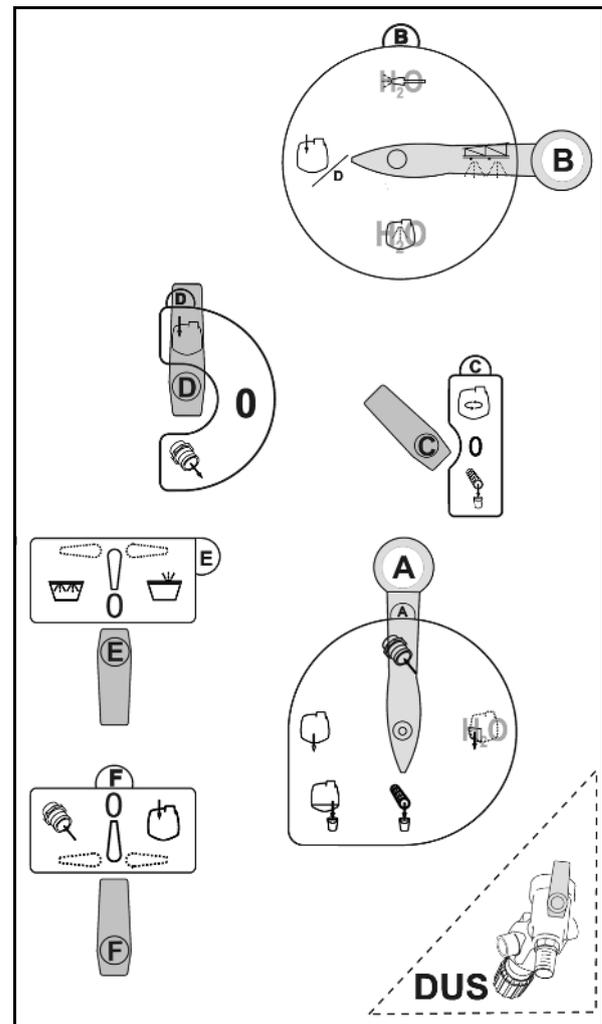

Fig. 122
Reinigen Sie den Saugfilter (Fig. 122) täglich nach dem Reinigen der Feldspritze.
1. Die Flügelschraube (Fig. 122/1) am Saugfilter lösen.
2. Filterbecher (Fig. 122/2) unter leichter Rechts- und Linksdrehung abziehen.
3. Filtereinsatz (Fig. 122/3) herausziehen und mit Wasser reinigen.
4. Kontrollieren Sie die O-Ringe (Fig. 122/4) auf Beschädigungen.
Achten Sie auf den korrekten Einbau der O-Ringe (Fig. 122/4).